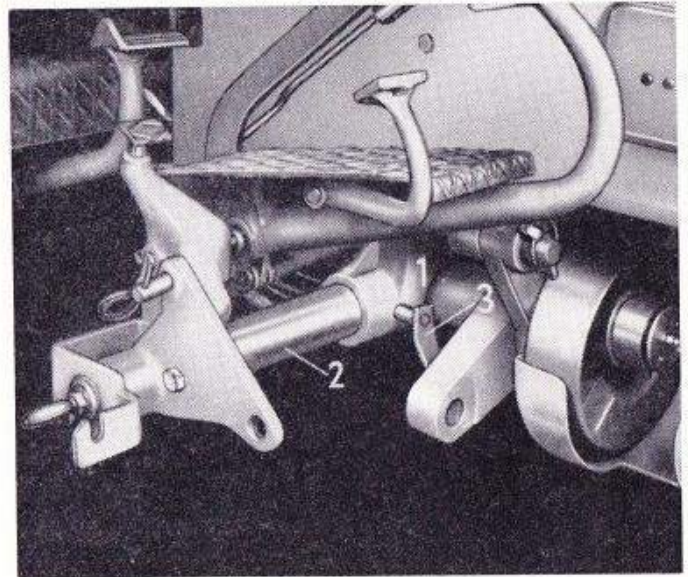

Bild 29
bolzen 2 in Tragbock 1 (Bild 29)
3. Hydraulischen Aufzug 2 (Bild 29) mit Tragbolzen in Tragbock 1 einführen und durch Steckbolzen 3 sichern.